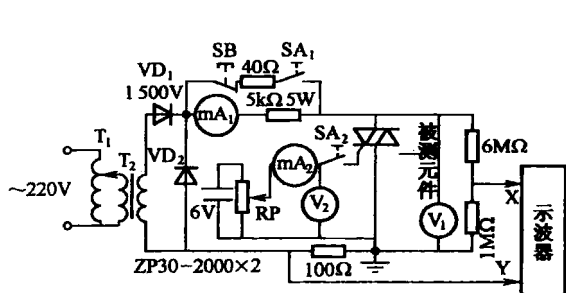

图 1-7 双向晶闸管伏安特性的测试
③ 做性能鉴别。将万用表的黑表笔接双向晶闸管的 T_1 极,红表笔接 T_2 极(设 T_1 、 T_2 已用上述方法识别),再用充好电的电解电容的正端对 G 极、负端对 T_2 极,碰触一下立即拿开,如果万用表大幅度偏转且停留在某一固定位置,则说明晶闸管 T_1 向 T_2 导通方向是好的;然后将万用表正负表笔及电解电容正负极对调,用同样方法测试 T_2 向 T_1 导通方向是否良好。
(2) 伏安特性的测试。试验接线如图 1-7
(3) 门极控制特性的测试。测试接线仍如图 1-7 所示。断开 SA₁,将 T₁、T₂ 两极间的电压降至 6~20 V,合上 SA₂,调节电位器 RP,逐渐增大触发电压,观察示波器,直至双向晶闸管导通,记下导通瞬间电流表 mA₂的和电压表 V₂ 的读数,即为门极触发电流 I_{GT}和门极触发电压 U_{GT}。
(4) 用灯泡法检测断态电压临界上升率 du/dt。将双向晶闸管,两只 60 W、220 V(串联)灯泡和开关串联后接在 380 V 交流电路中,然后频繁地开合开关,让变化的电压加到电极 T₁、T₂ 上(G 极空着),此时管子将产生电压上升率,观察灯泡有无发亮情况。如果有过发亮情况,则说明双向晶闸管有失去阻断能力的现象,为不合格品。